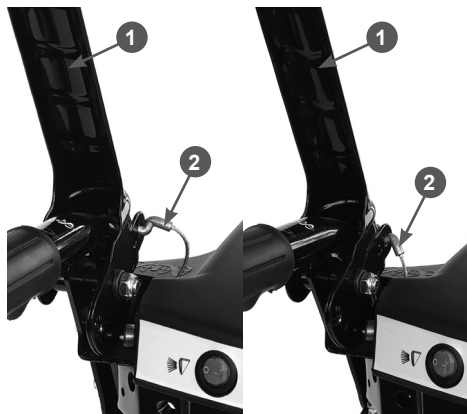

Рис. 6 Установка наконечника троса включения шнеков
- вставьте Z-образный наконечник 2 троса в отверстие на рычаге 1, как показано на Рис. 6;